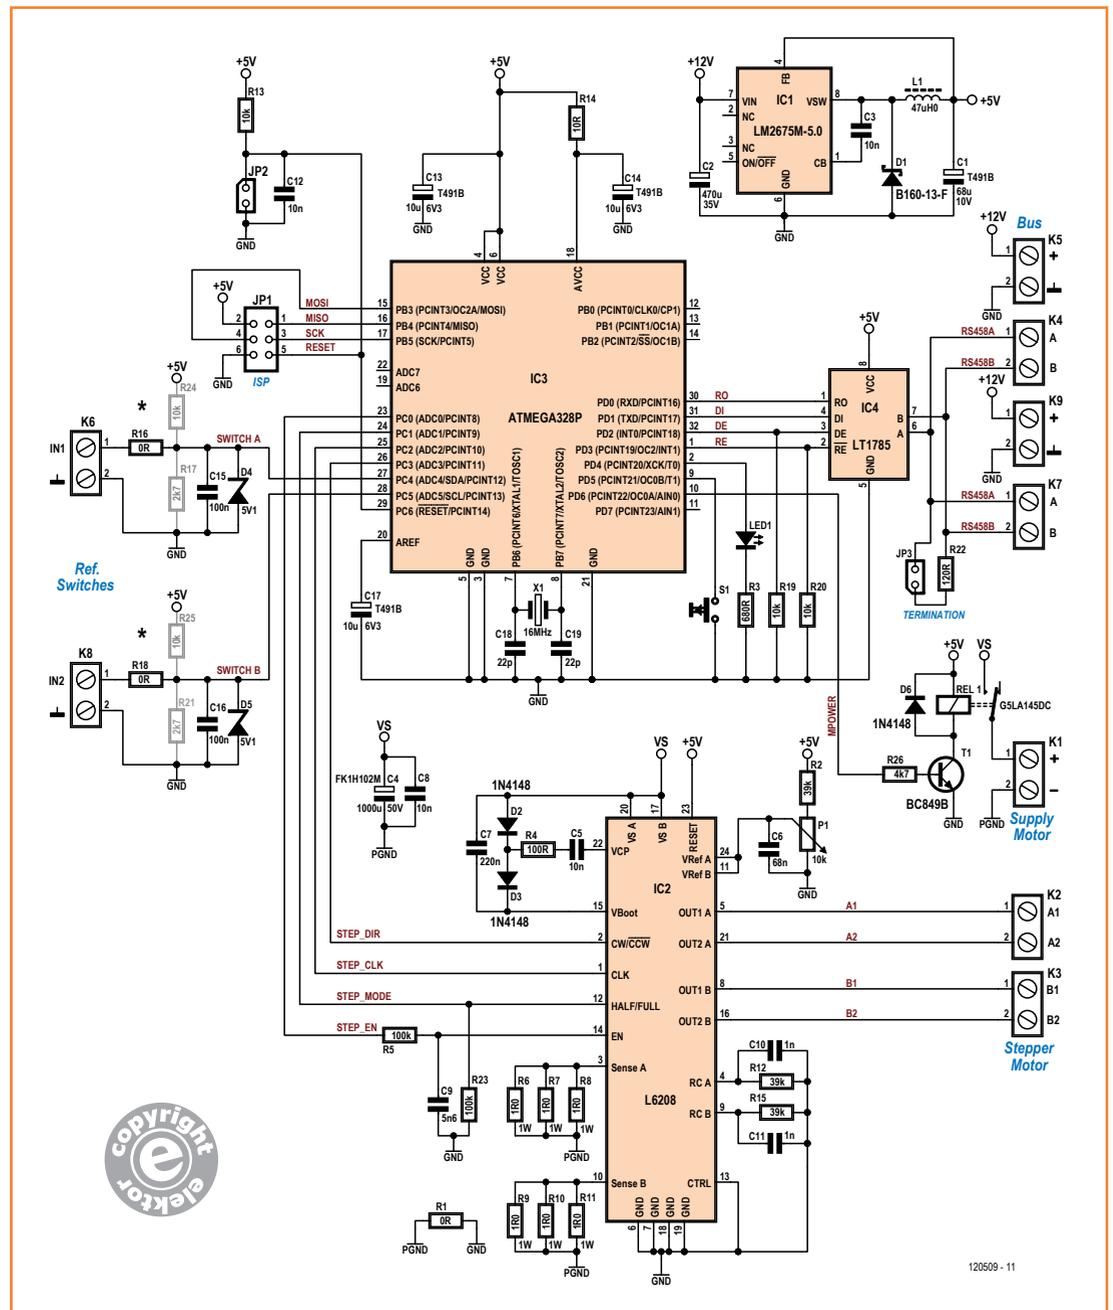

Bild 3. Schaltplan des Schrittmotorboards. Zur Konfiguration der Positionsschalter siehe den Kasten.
besitzt eine Überstromüberwachung. Somit ist einerseits eine einfache Ansteuerung möglich, die sich auf die Erzeugung von vier digitalen Steuersignalen für Drehrichtung (CW/CCW), Schritt (CLK), Betriebsmodus (HALF/FULL) sowie eine Freigabe (EN) reduziert. Andererseits bleibt durch die hohe Integrationsdichte die Anzahl externer Bauteile auf ein Minimum beschränkt, wie man im Schaltplan in **Bild 3** erkennt. Die Widerstände (R6..R11) an den jeweiligen Sense-Eingängen dienen der Strommessung, der Spannungsabfall an ihnen ist die Messgröße für den internen Stromregler. Die Führungsgröße wird an den Vref-Eingängen über das Trimpmpotentiometer P1 vorgegeben. In der vorliegenden Dimensionierung ergibt sich ein Spulenstrom von 100 mA, wenn die Referenzspannung auf 33,3 mV eingestellt wird. Die RC-Netzwerke R12/C10 und R15/C11 definieren die Off-Zeit der Power-MOSFETs innerhalb der Brückenschaltungen [3]. Zur Erzeugung der Gatespannungen verwendet der L6208 eine Ladungspumpe, die durch D2, D3, R4, C5 und C7 vervollständigt wird. R5 und C9 sorgen für geordnete Spannungspegel am Enable-Eingang.